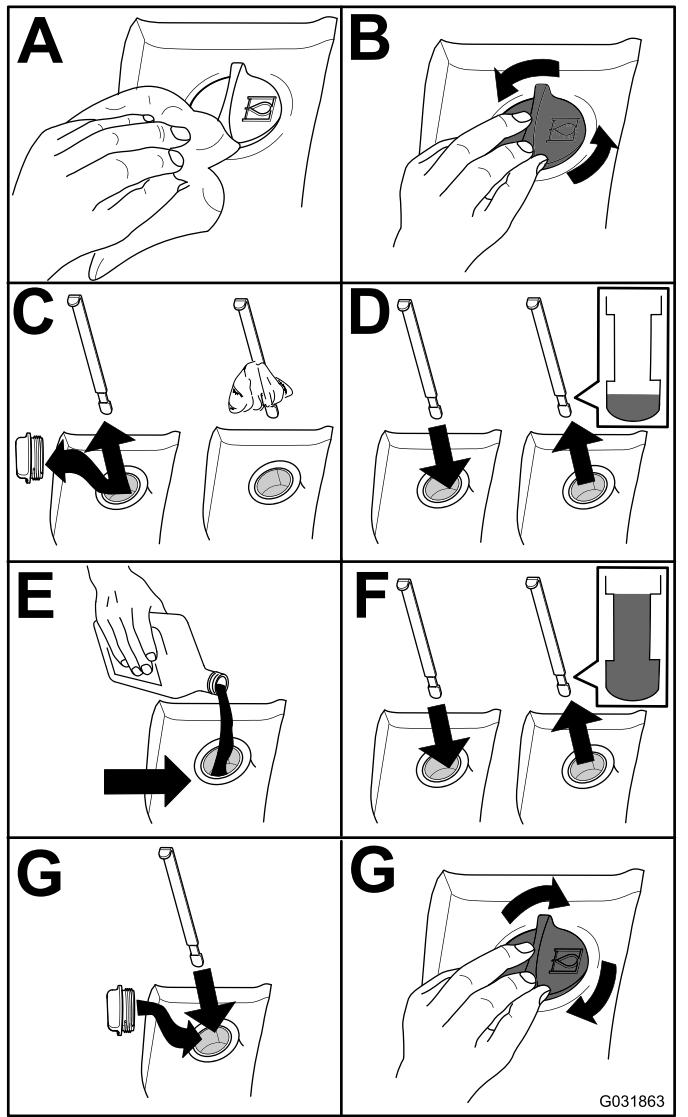

Figure 117
2. Contrôlez le niveau de liquide hydraulique (Figure 117).